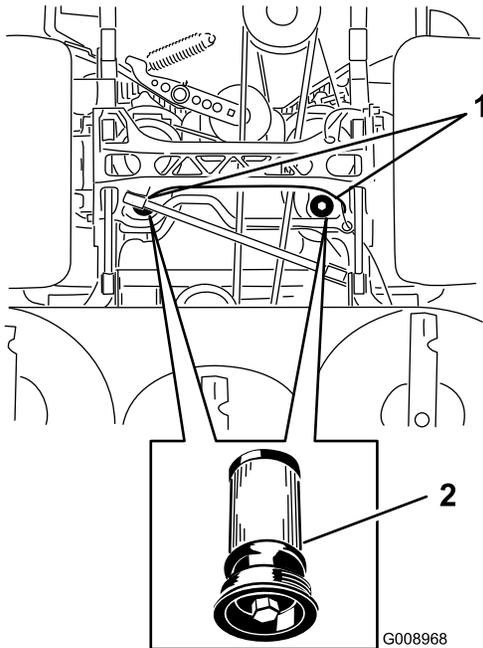

**Figure 90**
3. Soulevez la machine sur des chandelles (Figure 90).
9. Retirez les chandelles et abaissez la machine (Figure 90).